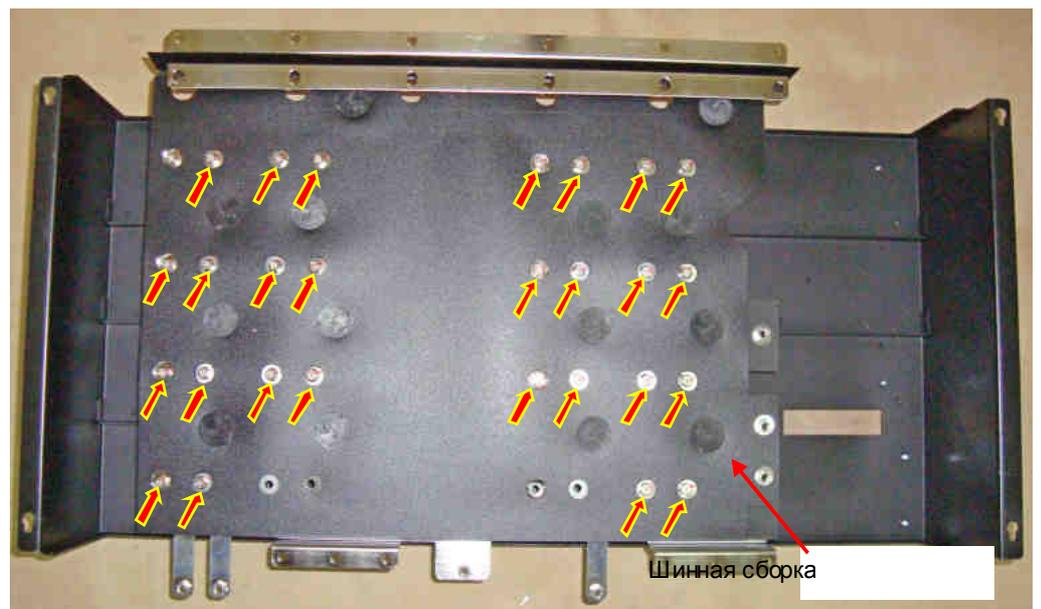

Рис. 6.21.
6.12.1. Установить блок конденсаторов на рабочий стол основанием вверх (рис. 6.21).
6.12.2. Выкрутить 28 винтов (для модели EI-7011-175H) или 32 винта (для модели EI-7011-200H) крепления шинной сборки к вводу конденсаторов (показаны стрелками на рис. 6.21). Снять шинную сборку. Положить в инты в тару.